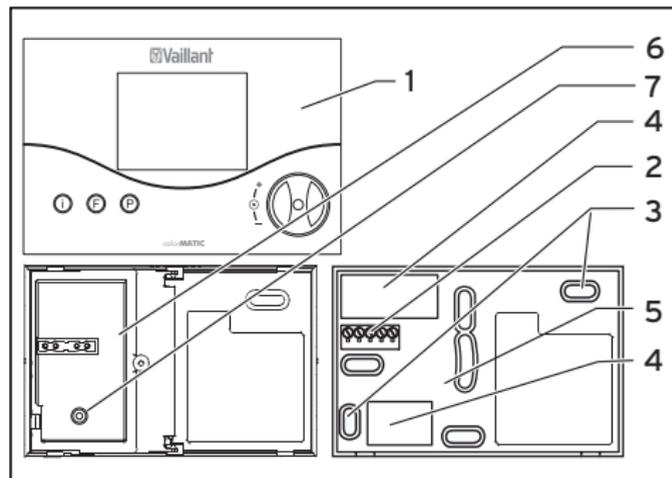

Fig. 9.1 Montage du thermostat d'ambiance
Le thermostat se branche sur les bornes de raccordement 3-4-5 de l'appareil de chauffage au moyen d'une ligne de connexion à 3 brins (cf. fig. 9.1, n° 2).
- Retirez le thermostat d'ambiance (1) de son socle mural (5).
- Ouvrez la protection intérieure (6) du socle mural de fixation (5) en dévissant la vis (7) puis en rabattant la protection vers le haut à droite.
- Percez deux trous de fixation (3) de 6 mm de diamètre (conformément à la fig. 9.1) puis insérez les chevilles fournies.